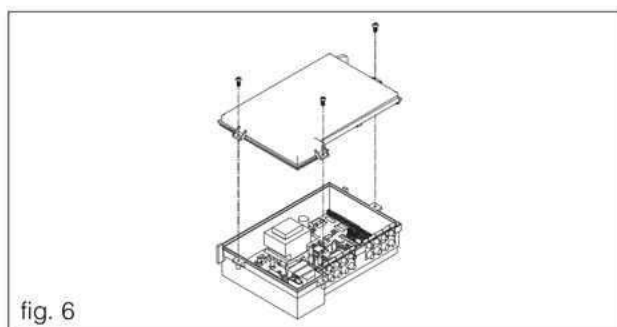

fig. 6
- Togliere il coperchio della centralina svitando le viti di fissaggio (fig. 6)